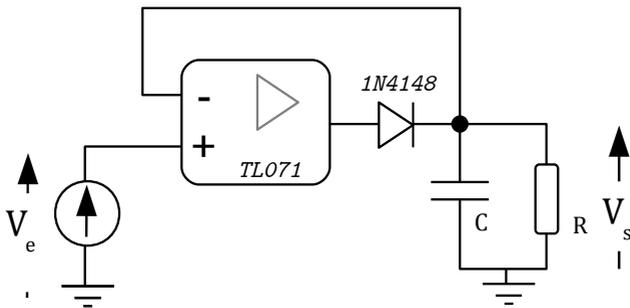

FIGURE 1.4 – Circuit détecteur sans seuil.
Une amélioration du circuit précédent est fournie par l'ajout d'un amplificateur opérationnel selon le circuit de la figure 1.4. L'amplificateur opérationnel utilisé est un TL071.
**M**  $\rightsquigarrow$  Réaliser le circuit de la figure 1.4, toujours avec  $R = 10\text{ k}\Omega$  et  $C = 100\text{ nF}$ .